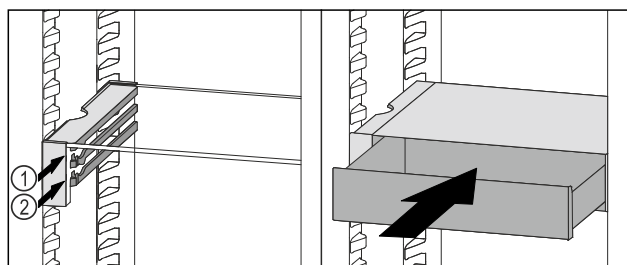

Fig. 103
- Nasadte zásuvku VarioSafe za zářezky na požadovaném žebro Fig. 103 (1) nebo Fig. 103 (2).